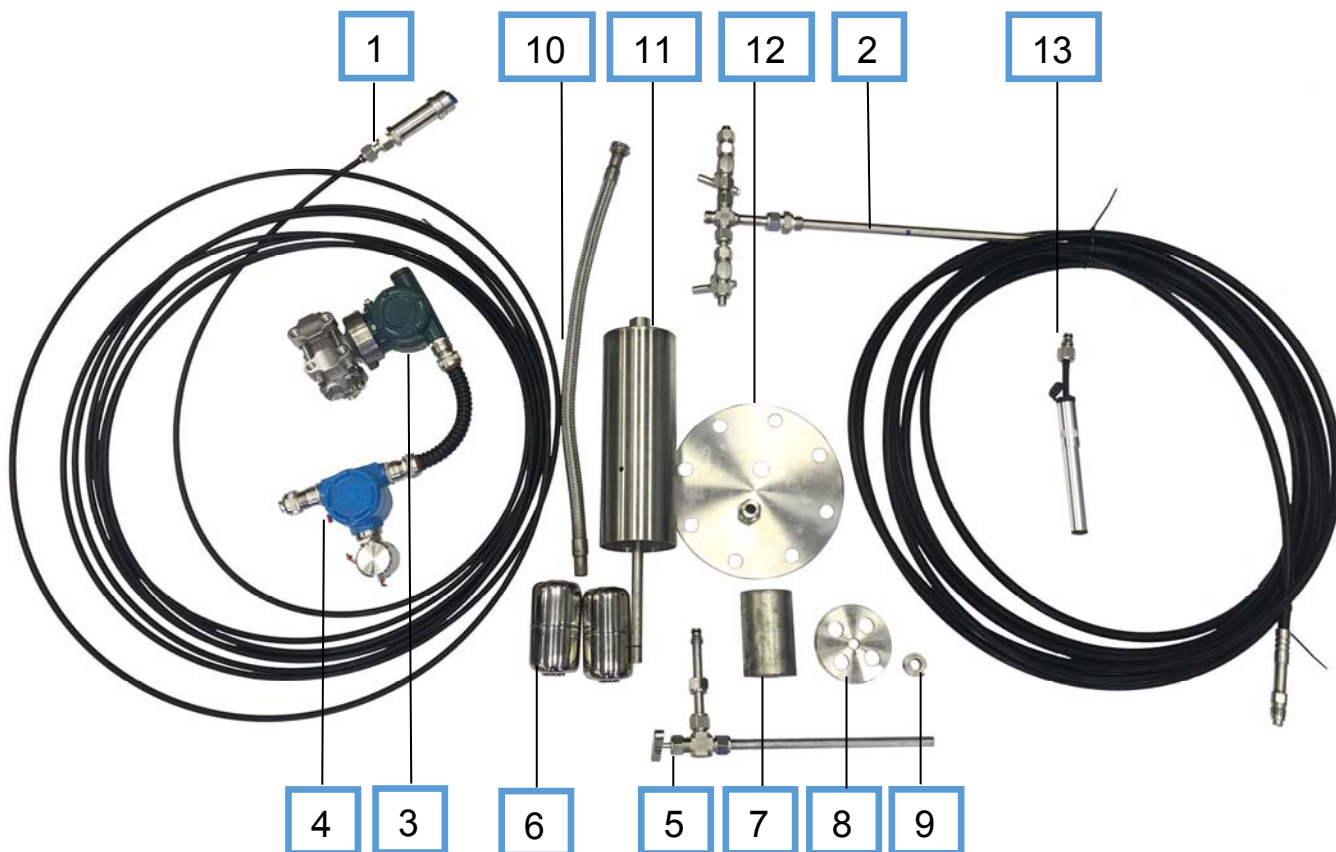

Рисунок 1 – Комплектация уровнемера ВЕКТОР-ДПТ
Проверьте комплектность содержимого упаковки по паспорту уровнемера ВЕКТОР-ДПТ. Комплект оборудования в зависимости от заказа включает элементы, приведенные на рис. 1.
- Уровнемер ВЕКТОР-ДПТ с комплектом поставки (рис. 1);
3. Установите на свободный конец внешнего корпуса (2) прокладку медную (не показана на рис.1). Ввинтите фитинг (не показан на рис.1) в одно из двух резьбовых отверстий крышки фланца (12) через прокладку медную (см. рис 3). Используя второе свободное резьбовое отверстие, установите крышку фланца на внешний корпус, предварительно надев на него медную прокладку.